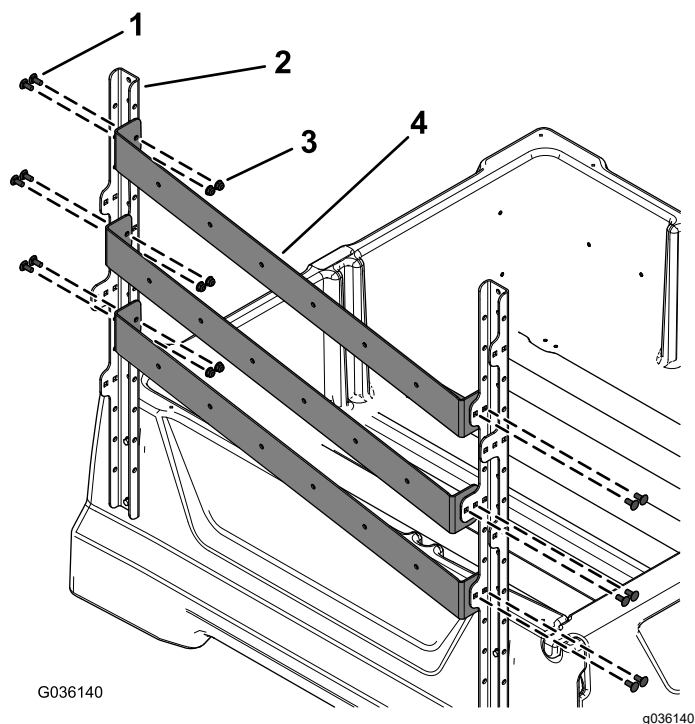

图 3
2. 如图 3 所示用 12 个托架螺栓 5/16 x 3/4 英寸和 12 个凸缘螺母 5/16 英寸将 3 个铲子安装架安装到侧立架支架上。